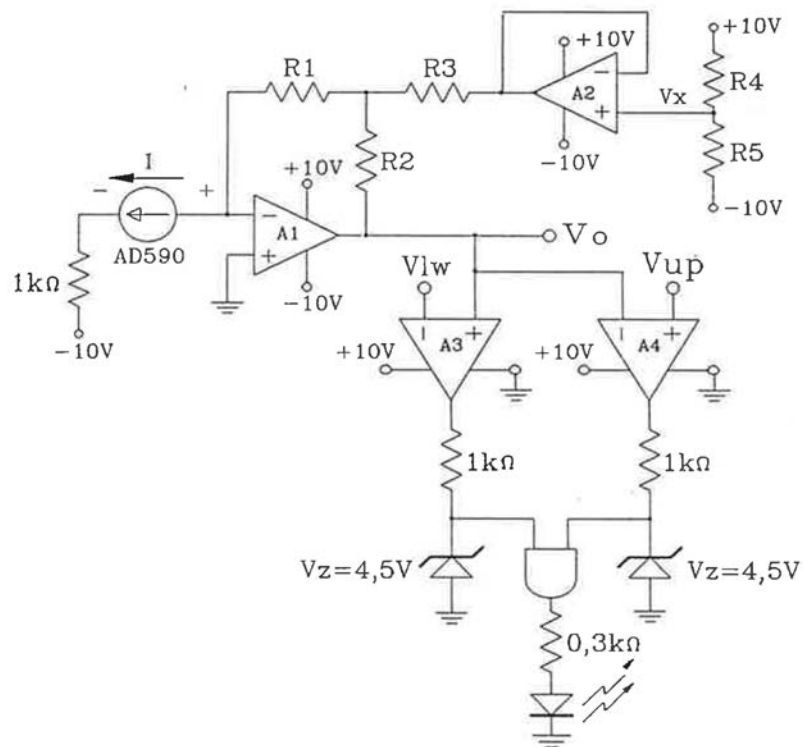

Figura 8
- a) L'expressió analítica de la temperatura en funció de la resistència (R), guany (G), tensió d'òfset (V_{os}), tensió de referència (V_{ref}), nombre de bits (n) i nombre de comptes (C).
10. Es disposa d'una cambra frigorífica la temperatura de la qual ha de mantenir-se dins de l'interval $[-20, -15]\text{ }^{\circ}\text{C}$. Per tal de comprovar el funcionament correcte de la cambra frigorífica es disposa d'un circuit (figura 8) la funció del qual és encendre un led si la temperatura de la cambra està dins del marge desitjat i apagar-lo en el cas contrari.